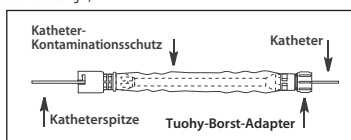

Abbildung 1
- a. Wenn ein Katheter-Kontaminationsschutz mit Tuohy-Borst-Adapter verwendet wird, die Spitze des vorgesehenen Katheters durch das Ende des Katheter-Kontaminationsschutzes mit dem Tuohy-Borst-Adapter einführen. Den Katheter durch den Schlauch und den Ansatz am anderen Ende vorschieben (siehe Abbildung 1).